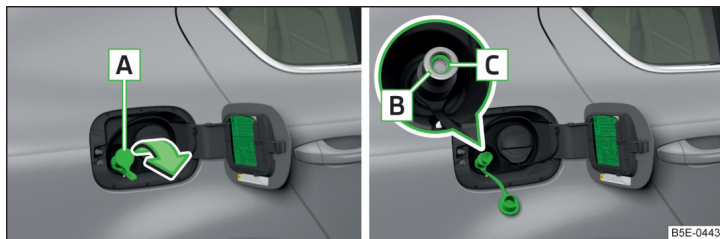

Fig. 313 Tubos de alimentación de gas
- Retirar la tapa [A] » fig. 313 en el sentido de la flecha y colocar el acoplamiento de llenado de la instalación de repostaje sobre el tubo de alimentación [B].
- Comprobar si el anillo obturador [C] » fig. 313 permanece encajado en el tubo de alimentación [B]. Si el anillo obturador se ha deslizado sobre el acoplamiento de llenado, se deberá introducir de nuevo en el tubo de alimentación.